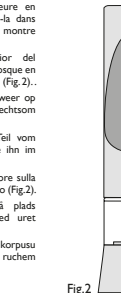

Fig. 3
3. Replace the battery unit on the base making sure it fits on the notch (Fig. 3)
**ES** 3. Coloque el compartimento de las pilas sobre la base asegurándose de que se ajusta sobre la muesca (Fig. 3)
**NL** 3. Bevestig de batterijhouder weer aan de voet; let erop dat hij goed in de inkeping past (Fig. 3).
**D** 3. Setzen Sie die Batterieeinheit wieder auf das Unterteil und stellen Sie dabei sicher, dass sie genau in die Einkerbung passt (Abb. 3).
**I** 3. Riposizionare l'unità della batteria alla base assicurandosi che si incastri nell'incavo (Fig. 3)